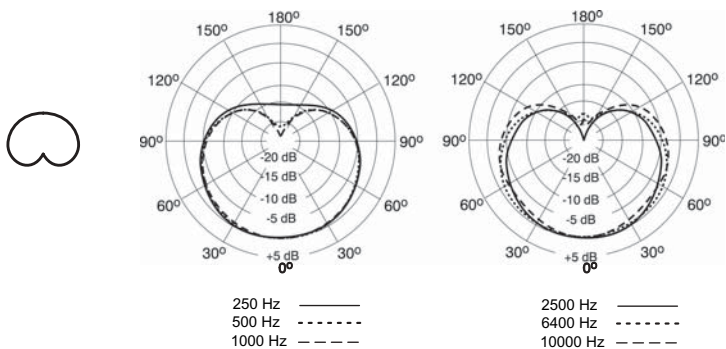

ABBILDUNG 4: TYPISCHE RICHTCHARAKTERISTIK
**Nierencharakteristik.** Ist diese Richtcharakteristik ausgewählt, nimmt das Mikrofon den Schall direkt von vorne auf und weist die geringste Empfindlichkeit für Schall von hinten auf. Dies ist die üblichste Einstellung für Studioaufnahmen und Live-Beschallungen. Siehe Abbildung 4.
**Kugelcharakteristik.** Nimmt Schall aus allen Richtungen auf. Diese Richtcharakteristik eignet sich am besten für die Abnahme von Raumatmosphären und für gleichzeitige Mikrofonaufnahmen mehrerer Schallquellen, wie z.B. für ein Ensemble oder mehrere Sänger. Bei der Kugelcharakteristik gibt es keinen Nahbesprechungseffekt. Siehe Abbildung 4.
Richtcharakteristik	Nierenförmig/kugelförmig (siehe Abbildung 4 und 6)